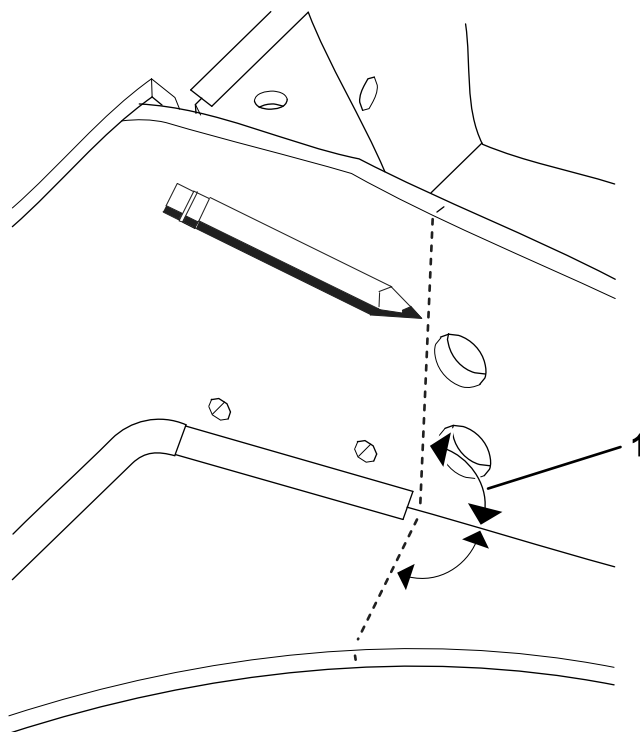

Рисунок 9
2. Используя линейку и инструмент для черчения, проведите линию под углом 90° от основания опоры моста в обоих направлениях (Рисунок 9). Повторите эти действия на другой стороне.